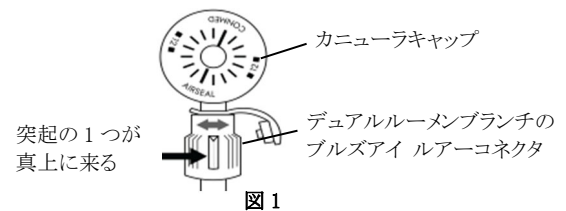
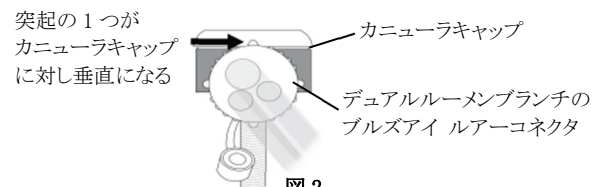

図 1
図 2
4. 「エアシール dV トロカー」(医療機器認証番号:303ADBZX00085000)及び「da Vinci シリーズカニューラ」を組み立てたカニューラ(以後カニューラと記載する)を内視鏡下手術手技に従って患者へ挿入する。本品のデュアルルーメンブラグを外し、デュアルルーメンブランチを、カニューラに接続する。「エアシール dV トロカー」のマニホールドフラットボタンにデュアルルーメンブランチのプルズアイ ルアーコネクタを接続し、回転させて固定する。カニューラを真上から見た時、プルズアイ ルアーコネクタにある突起の 1 つが真上にあること(図 1)、またエアシール Bi フィルターチューブセットが接続されたカニューラ(カニューラキャップ)を真横から見た時、プルズアイ ルアーコネクタの突起の 1 つがカニューラ(カニューラキャップ)に対し垂直になっていることを確認する(図 2)。
- 1) 本品のデュアルルーメンブランチ及びプルズアイ ルアーコネクタと「エアシール dV トロカー」のカニューラキャップのマニホールドフラットボタンが適切に接続されていることを確認すること(図 1 及び図 2 参照)「適切に接続されていない場合、エアシール・インテリジェント・フローシステムの圧力測定値が患者にかかる気腹圧を反映しないおそれがあるため」。